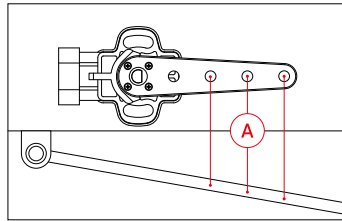

Abb. 23: Befestigungspunkt Koppelstange
1. Befestigen Sie den Sensor am Fahrzeug und stellen Sie den Sensorarm in Mittellage. Trennen Sie die Luftleitung von dem Luftbalg und heben Sie die Aufhängung mithilfe eines Getriebehebbers bis zum unteren Endanschlag des Fahrwerks an. Messen Sie den Abstand [A] von dem Sensorarm bis zum gewählten Befestigungspunkt der Koppelstange (Abb. 23). Achten Sie darauf, dass die Befestigungspunkte für den gesamten Verfahrensweg des Fahrwerks/Fahrzeugs geeignet sind.